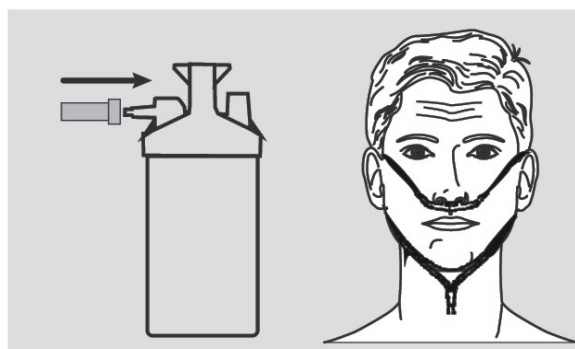

Figure 7
4. Insérez le bout d'admission du tube d'absorbeur d'oxygène sur la sortie de l'humidificateur, puis réglez le tube d'absorbeur d'oxygène sur les oreilles du patient, insérez le tube nasal dans les narines du patient à absorber l'oxygène. Le meilleur moment d'utilisation pour soins est 40-50 minutes. Le temps requis pour le traitement est déterminé par le médecin. (voir Figure 7)